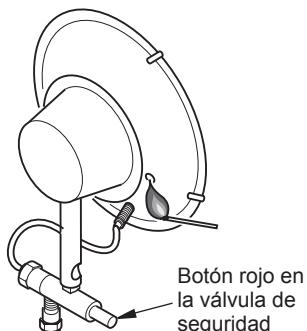

Figura 6. Encendido del calentador con un fósforo
- Presione varias veces el encendedor piezoelectrónico y suéltelo (dos quemadores), o bien, acerque un fósforo encendido a la carátula del elemento de calefacción (rejilla de alambre) del calentador que está encendiendo, a través del orificio ubicado en la parte lateral del reflector. Consulte la figura 6.
- Oprima el botón rojo en la válvula de seguridad para que se permita la entrada de gas al quemador (consulte la figura 6).